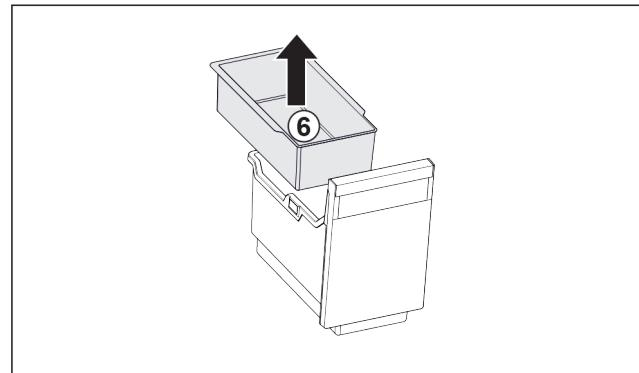

Fig. 118
- ▶ Retirer le *Fig. 118 (6)* balconnet pour glaçons.